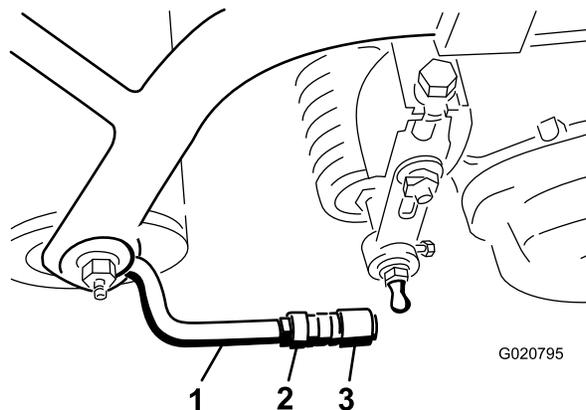

Figure 9
- Placez les douilles de rotule de sorte que le côté ouvert soit centré vers le goujon à rotule, puis serrez les écrous de blocage pour fixer les douilles en position (Figure 9).